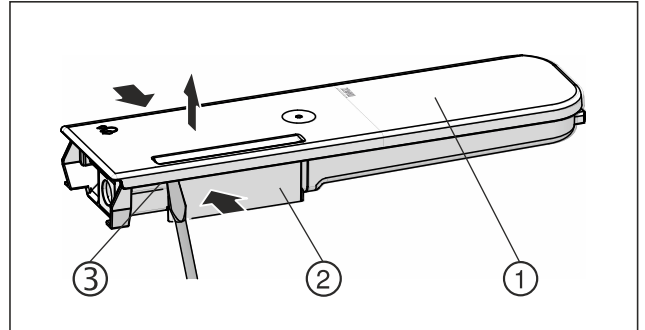

Fig. 128
- ▶ 挤压水容器 Fig. 128 (2)，然后小心地将盖子 Fig. 128 (1) 从锁定凸耳 Fig. 128 (3) 上撬起并向上拉。
- ▶ 略微来回移动盖子 Fig. 128 (1)，然后将其向上取下。